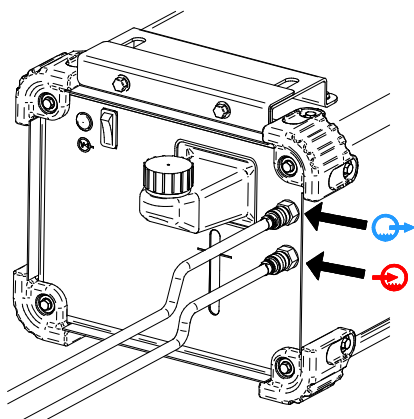

Figura 6.
- Collegare i tubi flessibili del gruppo di raffreddamento ai raccordi di ingresso [5] e di uscita [4] (Figura 6).